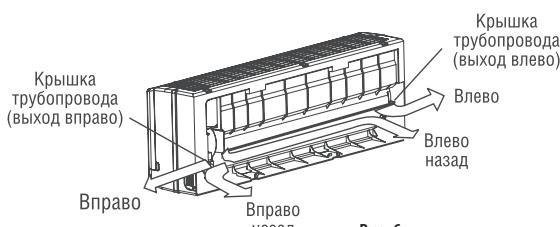

Рис. 6
1. Для подключения трубопровода к внутреннему блоку справа или спрашивотоныз задней крышки. Объясните пользователю, что заглушку нужно сохранить на тот случай, если кондиционер в будущем установят в другое место (рис. 6).